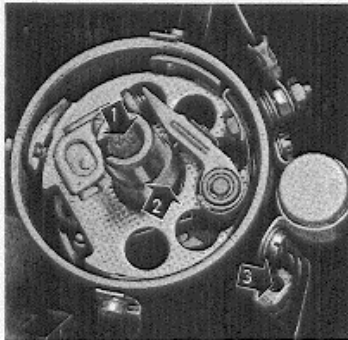

Fig. 1-9. Stroomverdeler
Na elke 10.000 km (6.000 mijl) moeten de stroomverdelers, de nok en het ontstekingvervroegingsmechanisme gesmeerd worden. De stroomverdeleras wordt gesmeerd door de oliepot (3, Fig. 1-9) met olie te vullen. Sluit na het vullen de pot. De kontaktopervlakten (2) van de nok moeten gesmeerd worden met een dunne film vet, Bosch Ft 1 v 4, of overeenkomstig vet. Het ontstekingvervroegingsmechanisme moet gesmeerd worden door twee à drie druppels lichte motorolie (SAE 10 W) op het viltje (1) in de verdeleras te laten lopen.